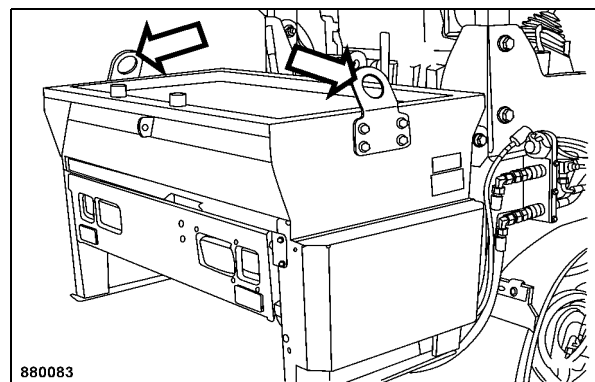

Fig. 88
- Elinguer l'épandeur aux points d'accrochage (Fig. 88), le soulever puis le placer dans les points de fixation prévus à cet effet à la machine.